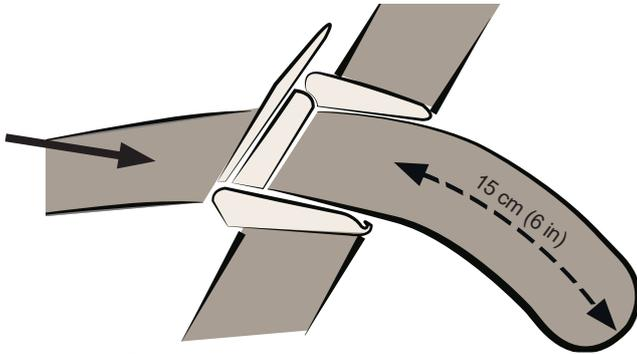
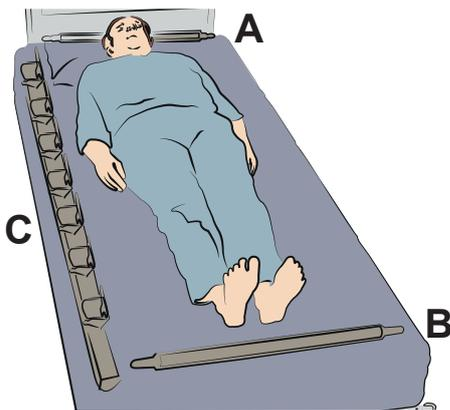

Abb. 2
Abb. 3
2. Drücken Sie die Schnalle nach unten, damit sie vollständig einrastet. Die Restlänge des Gurtbandes außerhalb der Schnalle muss mindestens 15 cm (6 in) betragen. Siehe Abb. 2.
3. Legen Sie ein Verbindungsrohr hinter den Kopf des Pflegebedürftigen (A) und das andere vor seine Füße (B).
4. Legen Sie das Seitenteil (C) ohne Gurtband an die Seite des Pflegebedürftigen. Die Schnallen liegen dabei an der Oberseite. Siehe Abb. 3.